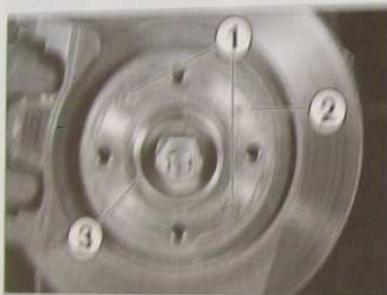

FIG. 7
- Déposer les vis (1) de fixation du disque (2) sur le moyeu (3) (Fig 7).